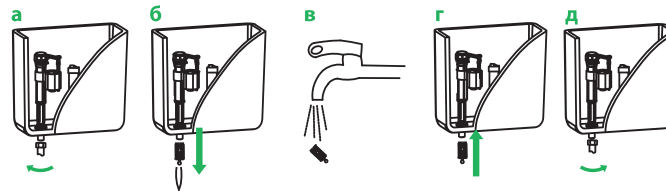

Рис. 7 / 7-сур.
2. Открутить шланг подводки воды (рис. 7а) и руками (или с помощью пинцета) извлечь фильтр-вставку из корпуса впускного клапана (рис. 7б).
3. Промыть фильтр (рис. 7в).
4. Собрать все в обратной последовательности (рис. 7г, д).